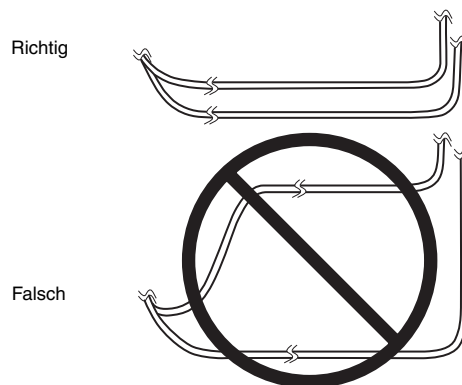

Abbildung 5. Führung von zwei Elektroden
- Bei der Implantation von zwei Elektroden müssen Elektroden so verlegt werden, dass die Fläche zwischen diesen minimal ist (Abbildung 5). Bilden die Elektroden eine Schleife, kann der Patient bei bestimmten elektromagnetischen Interferenzen (z. B. Diebstahldetektoren) eine kurzfristige Steigerung der Stimulation verspüren, die von manchen Patienten als unangenehm (Zuck- und Schlageffekte) beschrieben wurde.